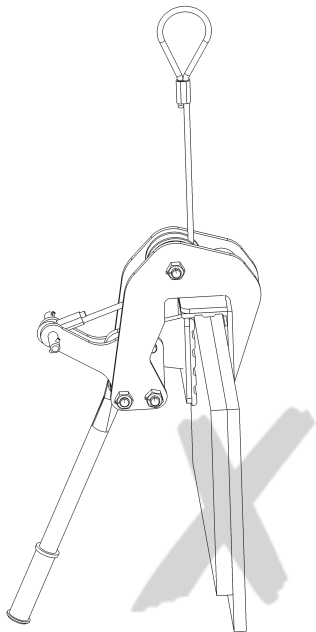

Fig. 2
- L'appareil de levage ne peut transporter qu'une seule plaque à la fois (Fig. 2).